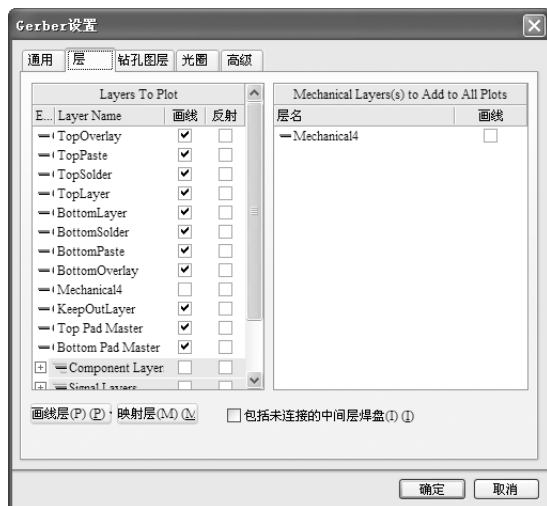

图 10-47 “层”选项卡
3) 单击“层”选项卡，如图 10-47 所示，在该选项卡中选择输出的层，一次选中需要输出的所有层。